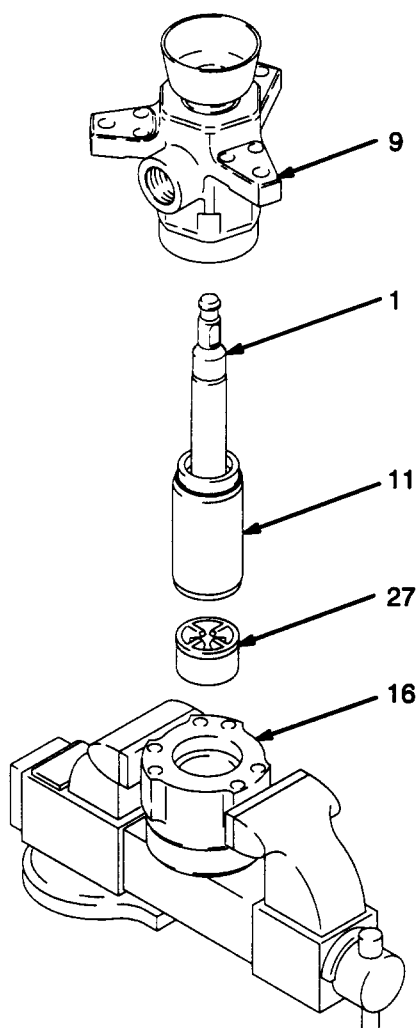

Fig. 6
2. Dévisser le clapet d'entrée (17) du carter d'entrée (16) à l'aide d'une clef à pipe. Faire en sorte de récupérer la bille (15) du clapet d'entrée (15) lorsqu'on dépose ce dernier, de telle sorte que la bille ne tombe pas et ne soit pas détériorée. Retirer le joint torique (28) du clapet d'entrée. Examiner la bille et le siège (D) du clapet d'entrée à la recherche d'usure ou de détériorations. Voir Fig. 6.
4. Soulever le carter de sortie (9) bien droit au dessus de la pompe. Faire très attention à ne pas rayer la tige de piston (1) lors de cette opération. Voir Fig. 6.
5. Extraire le cylindre (11), la tige de piston (1) et le sous-ensemble de piston du carter d'entrée (16). Déposer le guide de bille (27) du carter d'entrée, et examiner les parois du guide. Voir Fig. 6.
6. Au moyen du maillet en caoutchouc, repousser la tige de piston (1) et le sous-ensemble de piston par le bas du cylindre (11) jusqu'à ce que le piston se libère. Extraire le piston et la tige de piston du cylindre, en faisant attention à ne rayer aucune pièce.
7. Placer le guide de bille d'entrée (27) dans le carter d'entrée (16). Placer le carter d'entrée dans un étau, regardant vers le haut. Voir Fig. 6.
8. Mettre en place le joint torique (10\*) au bas du cylindre (11). Lubrifier le joint torique. Placer le cylindre sur le carter d'entrée (16). Frapper la partie supérieure de la tige de piston (1) au moyen d'un maillet en caoutchouc, pour mettre le cylindre en place.
9. Installer le joint torique (10\*) à la partie supérieure du cylindre (11). Lubrifier le joint torique. Placer le carter de sortie (9) sur le cylindre.